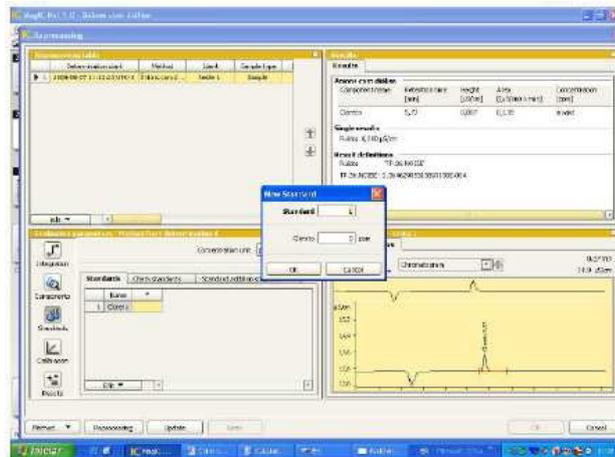

Figura 15.3 – Janela do software Magic Net IC.
- Depois que todos os analitos foram inseridos, clicar em , para inserir os valores de concentrações de cada analito, ou seja, inserir as concentrações de cada ponto da curva. Na aba “STANDARDS”, clicar duas vezes na linha em branco na coluna que possui um asterisco. (*). Aparecerá uma janela “NEW STANDARD”. Inserir as concentrações corretas em mg.L-1 de cada analito (ou se preferir outro tipo de unidade, é só mudar na mesma janela, Figura 15.3).